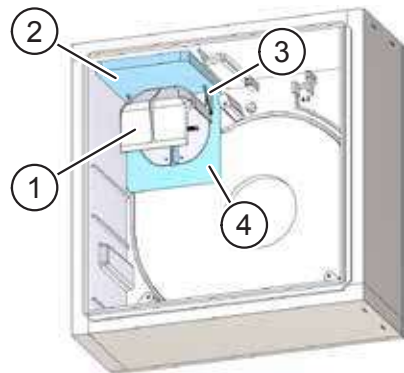

Abb. 21: Rückschlagklappe ausbauen – Ausblasrichtung nach hinten
- ▶ Entnehmen Sie das eingehakte Abweisteil (Pos. 1 in Abb. 21).
- ▶ Ziehen Sie die eingerastete Verschlussplatte (Pos. 2 in Abb. 21) an den Halteecken (Pos. 3 in Abb. 21) nach vorne heraus.
- ▶ Schwenken Sie die eingerastete Rückschlagklappe an der Oberseite nach vorne (Pos. 4 in Abb. 21) und ziehen sie diese heraus.